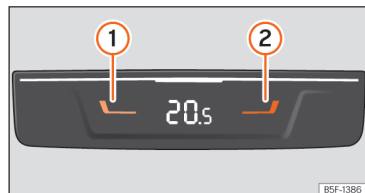

Fig. 116 În partea din spate a consolei centrale: comenzile pentru scaunele din spate.
- Apăsați butoanele ① și ② >>> fig. 116 pentru a regla zona din spate.